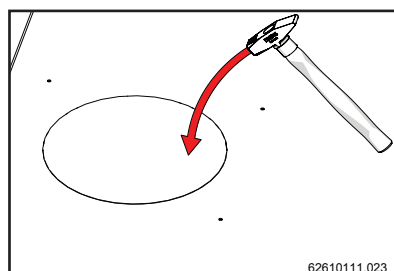
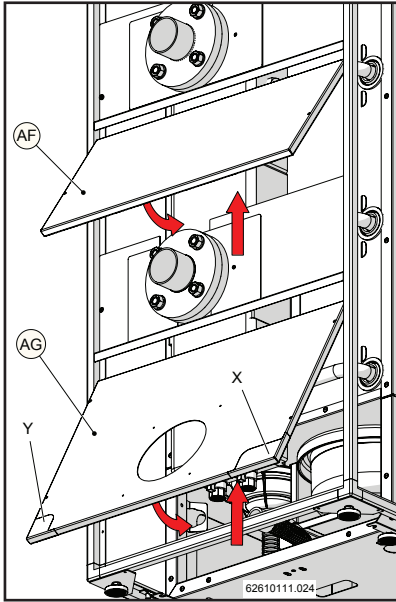
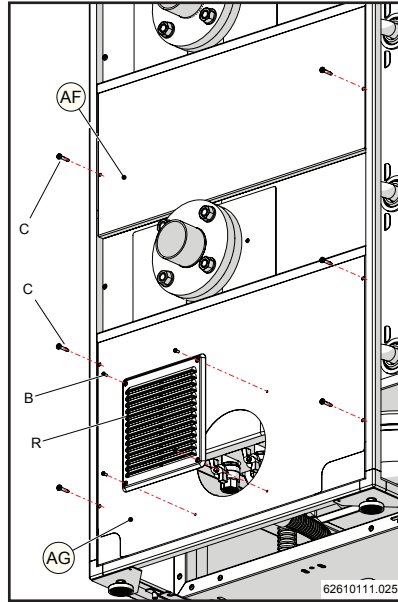

Figure 13-55
Figure 13-57
Figure 13-58
- 11.- Retirer les disques prédécoupés des couvertures (AG) et (AH) comme indiqué sur les figures 13-55 et 13-56 ; selon le type de système électrique et d'élimination des condensats présent sur le lieu d'installation de l'appareil, il est possible de retirer les disques prédécoupés « X » et « Y » de la couverture (AG), voir la figure 13-57.
- 12.- Insérer les couvertures (AF) et (AG) comme indiqué sur la figure 13-57 et les fixer à la structure avec les vis « C » (figure 13-58). Appliquer ensuite la grille anti-pluie « R » sur la couverture (AG) à l'aide des vis « B » comme indiqué sur la figure 13-58.